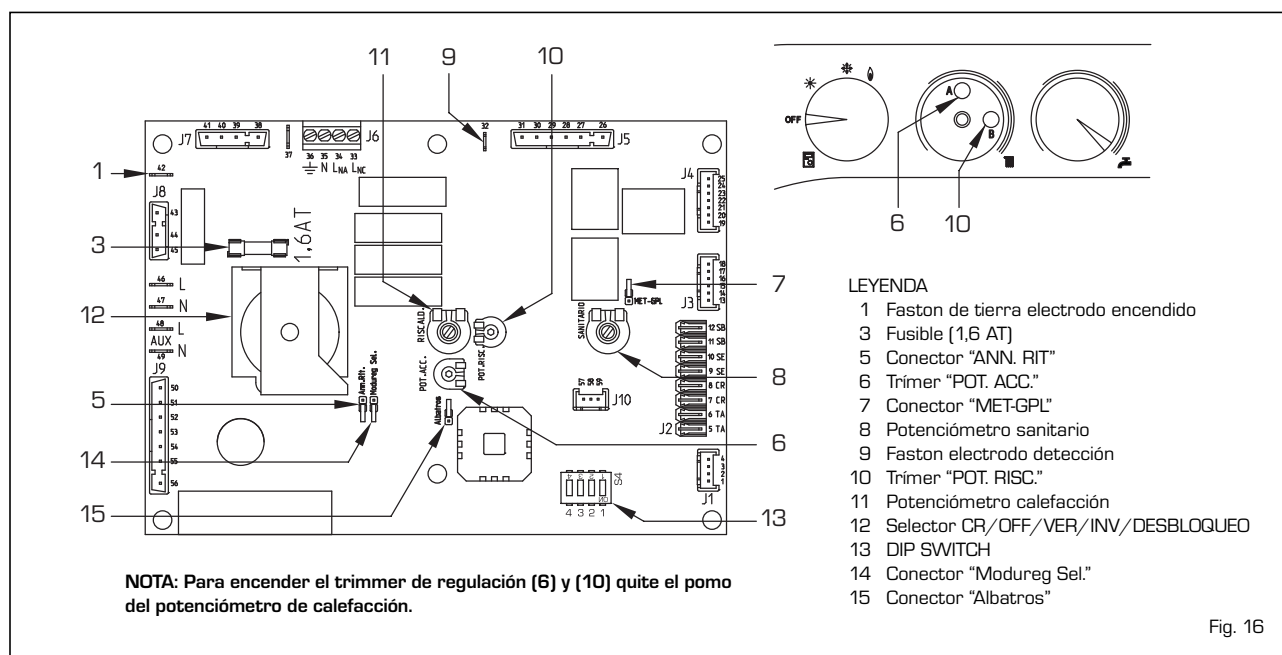

Fig. 16
- **Trímer "POT. RISC."** (10 fig. 16)
- **Trímer "POT. ACC."** (6 fig. 16)
- **Conector "MET-GPL"** (7 fig. 16)
- **Conector "ANN. RIT."** (5 fig. 16)
- **DIP SWITCH** (13 fig. 16)
- **Conector "Modureg Sel."** (14 fig. 16)
- **Conector "Albatros"** (15 fig. 16)
NOTA: En caso de sustitución de la válvula de gas SIT a HONEYWELL y viceversa, accione sobre el conector “Modureg Sel.” de la caja de control de llama (14 fig. 16). Con el puente desconectado la calderas está predispuesta para el funcionamiento con válvula de gas SIT; con el puente conectado para el funcionamiento con válvula de gas HONEYWELL.